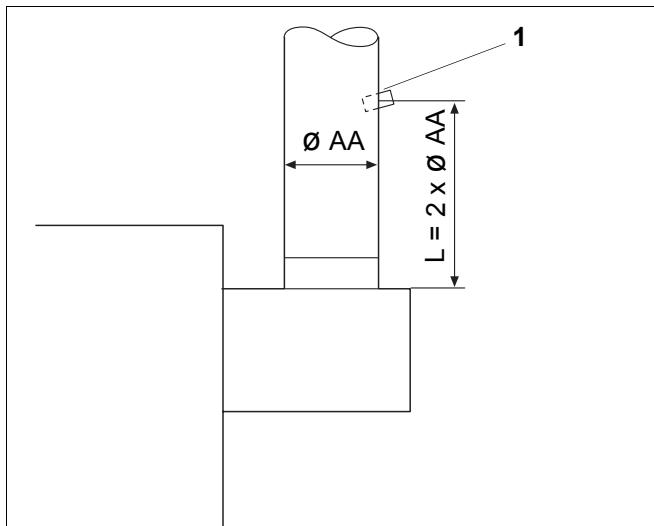

Рис. 32 Место замера на дымовой трубе
- Сделайте отверстие в дымовой трубе на расстоянии $L = 2 \times \varnothing AA$ после прерывателя тяги на противоположной от котла стороне (рис. 32, поз. 1).
- Проведите все измерения в этой точке в дымовой трубе (рис. 32, поз. 1).